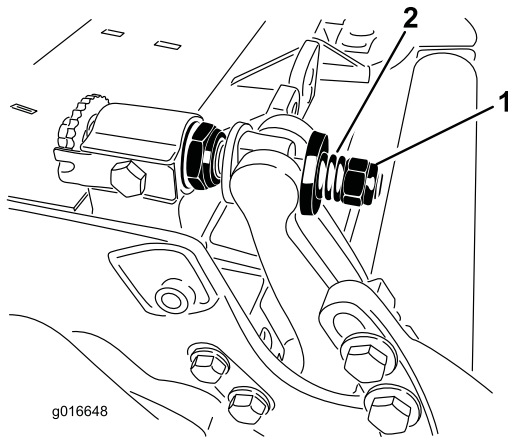

Bild 31
Untermesserträgers darf jedoch kein Spiel haben. (Bild 31).
10. Ziehen Sie die Mutter an jedem Untermesserträgerereinsteller an, bis die Druckfeder ganz zusammengedrückt ist, lösen Sie die Mutter dann um eine halbe Umdrehung (Bild 31).